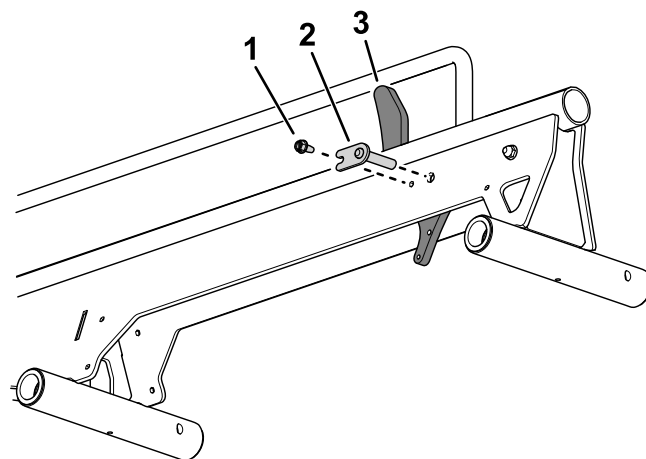

Рисунок 2
2. Используйте штифты и винт с шестигранной головкой для крепления упора колеса к узлу рейлинга (Рисунок 2).